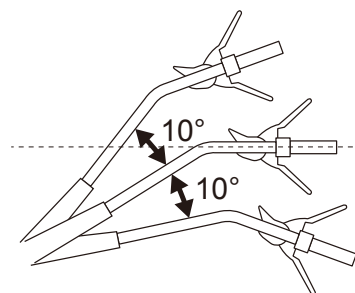

**Fig. 16**
- > Afloje ligeramente la perilla (23b) (Fig. 16, paso 1) y ajuste el patín (23a) entre las 4 posiciones disponibles (Fig. 16, paso 2).
- > Apriete firmemente la perilla (23b) para fijar la posición (Fig. 16, paso 3).